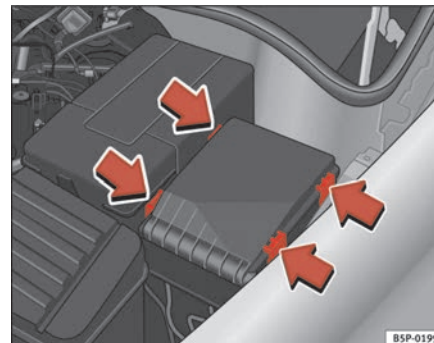

Fig. 157 Tapa de la caja de fusibles en el compartimiento motor
- Retire la tapa de fusibles del compartimiento del motor haciendo presión sobre las lengüetas hacia el centro de la tapa ⇒ fig. 157. ►